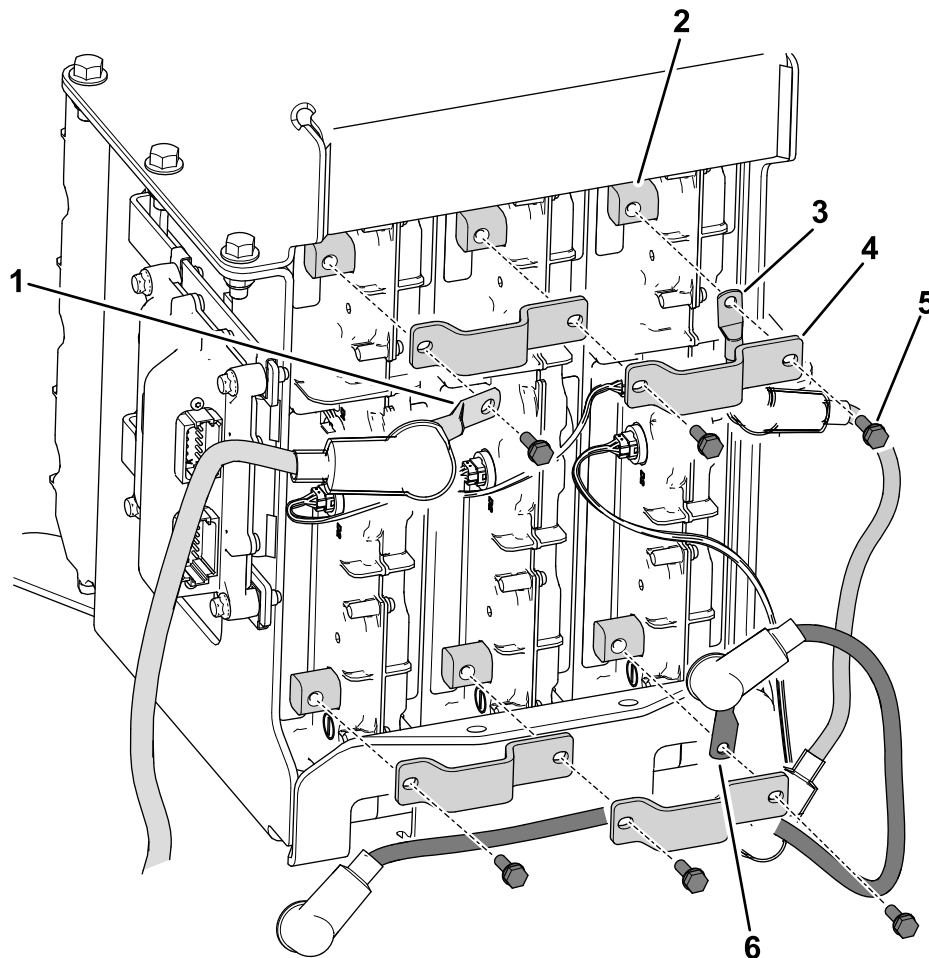

Figura 16
3. Utilizzate 6 bulloni ($\frac{1}{4}$ " x $\frac{3}{4}$ "") per fissare i seguenti elementi ai morsetti delle batterie (Figura 16).